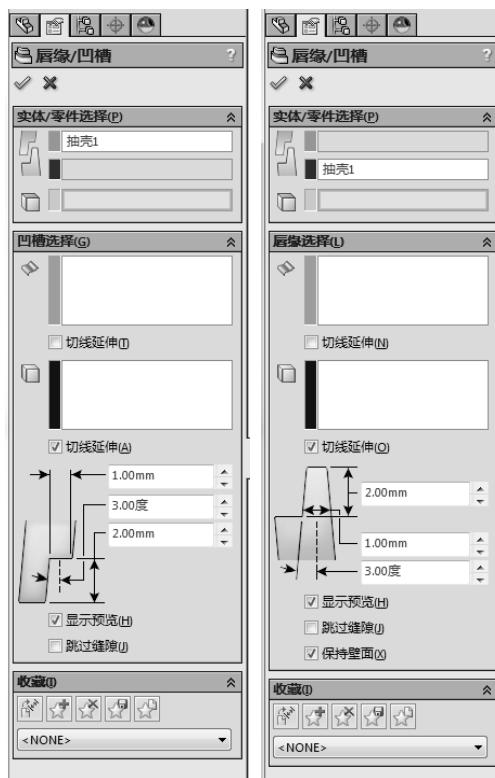

图 5-127 唇缘/凹槽操控板
- [1] 单击扣合特征工具栏上的【唇缘/凹槽】按钮 \square , 或单击【插入】/【扣合特征】/【唇缘/凹槽】，出现唇缘/凹槽操控板，如图 5-127 所示。